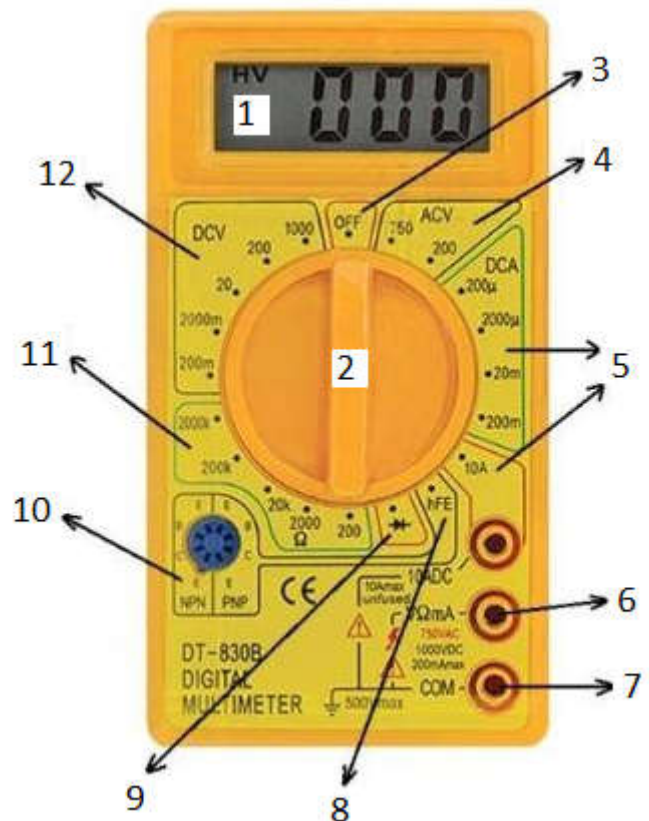

Fig. 1.27.
Para medir una tensión alterna (CA) como la que está disponible en un toma de pared, debemos antes de conectar, seleccionar la escala ACV (número 4 en la Fig. 1.27). Cuando el valor a medir es desconocido, siempre debemos elegir el valor mas alto de la escala y luego probar con las de menor valor hasta obtener una lectura óptima. Si el valor a medir es mayor que el máximo de la escala, el multímetro lo indica mostrando un "1" a la izquierda en la pantalla. Como queremos medir tensión, el multímetro se conecta en paralelo, enchufando el cable negro al conector **COM** y el rojo en **VWmA**.
Si lo que queremos es medir una tensión continua (CC) como la de una pila o la batería de un auto, debemos elegir la escala marcada DCV (numero 12 en la Fig. 1.27) y conectar el multímetro en paralelo. Por ejemplo, si vamos a medir la batería del auto que tiene unos 12V, elegimos la escala correspondiente a 20 Voltios, un valor mayor.
que elegir la escala DCA (número 5 en la Fig. 1.27), empezando siempre por la de valor mas alto si la corriente es desconocida y conectar el multímetro en serie, intercalándolo en el circuito por el que pasa la corriente, conectando el cable negro al COM y el rojo en VWmA. Si sabemos de antemano que la corriente que circula es mayor que la máxima de la escala, debemos pasar a la que dice "10A" y que llega hasta los 10 amperes, conectando el cable rojo en el conector marcado "10A DC".
Finalmente, si lo que deseamos es medir la resistencia, para comprobar si un cable está cortado por ejemplo, o para verificar el valor de un resistor, debemos elegir la escala marcada **W** (número 11 en la Fig. 1.27). La conexión es en paralelo, teniendo la precaución de que el elemento que se mide tenga al menos un extremo desconectado del resto del circuito, enchufando el cable negro al conector **COM** y el rojo en **VWmA**.